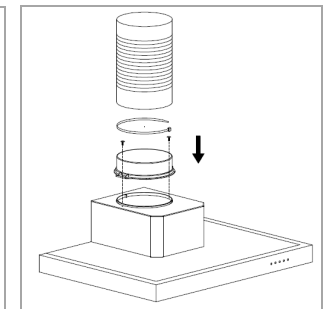

Abb. 3
- Hängen Sie das Gehäuse ein. Kontrollieren Sie den sicheren Halt und die waagerechte Position [Abb. 3].